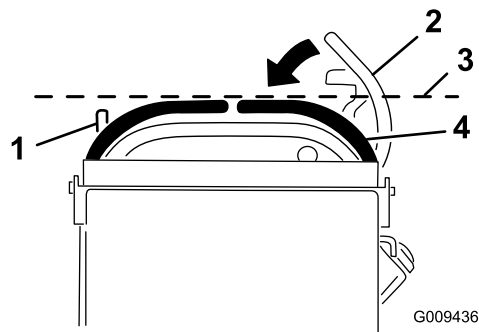

Bild 67
3. Drücken Sie den rechten Fahrtriebshebel nach unten und außen aus der ARRETIERTEN NEUTRAL-Stellung (Bild 67).
4. Prüfen Sie, ob der rechte Fahrtriebshebel mit dem linken Fahrtriebshebel horizontal eingestellt ist (Bild 67).